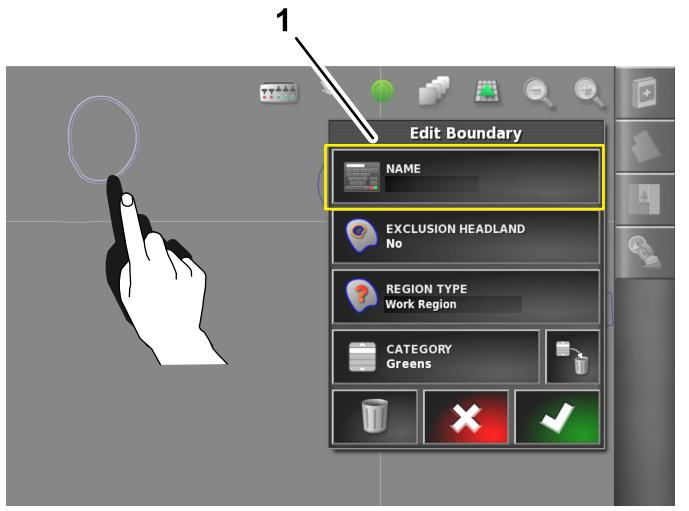

Figure 57
- Retirez le doigt de l'écran ; la boîte de dialogue Modifier la limite s'ouvre (Figure 57).